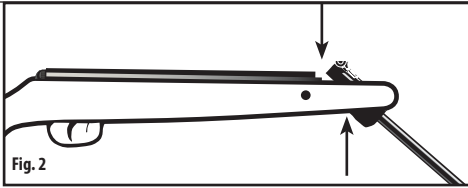

Fig. 2
### PUNTOS DE PELLIZCO (Fig. 2)
7. Tenga cuidado de no pellizcarse la mano o los dedos en el área de la bisagra del rifle de aire (Fig. 2).